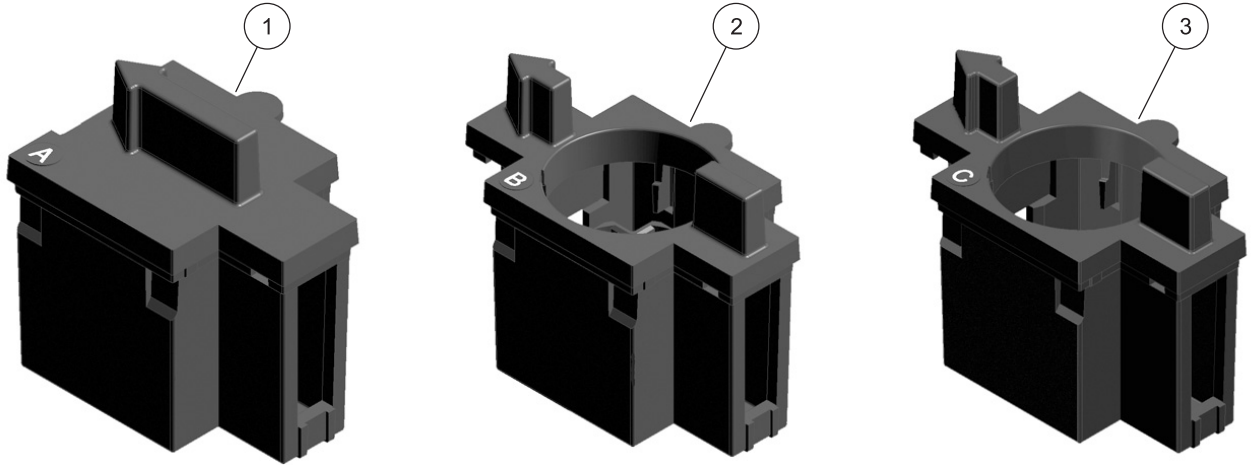

图 4 样品比色皿适配器
3. 插入适配器，使适配器顶部的箭头指向左侧（图 5 在第 16 页。），使方向标记与样品室开口中槽的方向一致。适配器上的样品比色皿类型印记应保持清晰（图 4）。